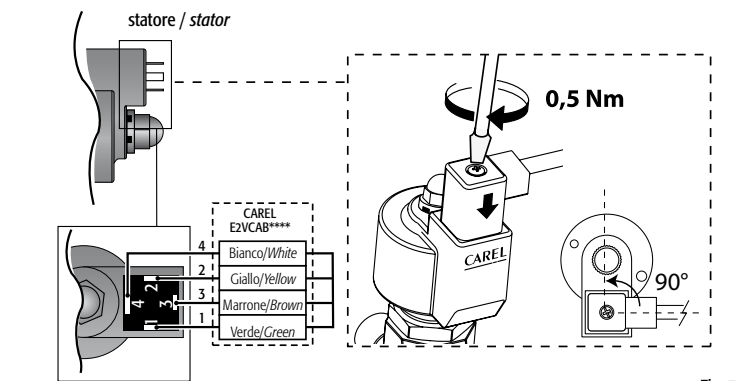

Fig. 3
- collegare il connettore già cablato al motore passo passo nel relativo alloggiamento e serrare la vite con una coppia di 0,5 Nm seguendo le indicazioni in Fig. 3. Collegare a questo punto l'estremità quadripolare del cavo nei relativi morsetti del Driver CAREL EVD*** o relativo controllo omologato CAREL ed impostare i parametri secondo il set riportato nella tabella sottostante.
- connect the pre-wired connector to the socket on the stepper motor and tighten the screw tightening torque 0,5 Nm following the instructions in Fig. 3. Connect the four-pin end of the cable to the corresponding terminals on the CAREL EVD*** driver or approved CAREL controller and set the parameters as shown in the table below.
- Raccorder le connecteur déjà câblé au moteur pas à pas dans le logement correspondant et serrer la vis avec un couple de 0,5 Nm en suivant les indications de la Fig. 3. Connecter ensuite l'extrémité quadripolaire du câble aux bornes correspondantes du Driver CAREL EVD*** ou du régulateur homologué CAREL et configurer les paramètres selon la valeur reprise au tableau ci-dessous.
- Den vorverdrahteten Steckverbinder in den Schrittmotor einfügen und die Schraube nach den Anleitungen der Fig. 3 mit rund 0,5 Nm Drehmoment festschrauben. Das Vierleiterkabelende an die entsprechenden Klemmen des CAREL-Treibers EVD*** oder an eine andere zugelassene CAREL-Steuerung anschließen und die Parameter gemäß Parameter-Set der nachstehenden Tabelle einstellen.